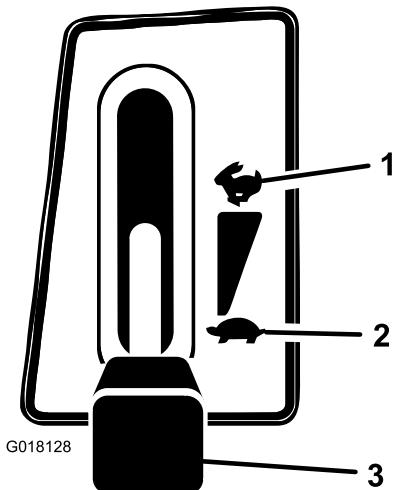

Figura 10
1. Spingete il comando della lama (PDF) in posizione Off (Figura 10).
2. Spostate la leva dell'acceleratore in posizione Slow (Figura 10).
- Quando il motore è acceso, spostate lentamente la leva dell'acceleratore in posizione Fast e spingete in dentro la leva dello starter (Figura 10). Se il motore si arresta o esita, spostate di nuovo la leva dell'acceleratore su Slow e tirate in fuori la leva dello starter per alcuni secondi, quindi portate la leva dell'acceleratore in posizione Fast. All'occorrenza, ripetete l'operazione.
1. Spostate la leva dell'acceleratore in posizione Fast (Figura 10).